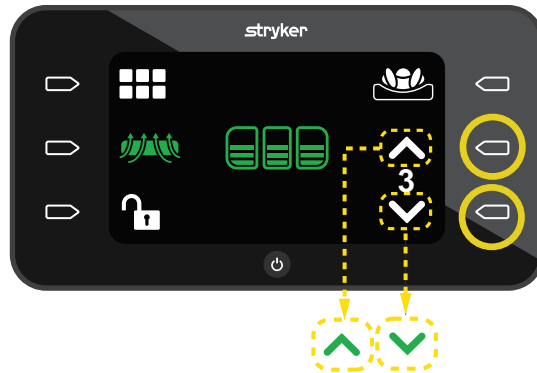

Abbildung 29 – Statischer Modus ein
3. Zur Erhöhung oder Senkung der Stufe des statischen Drucks von 1 bis 5 die **Aktionsschaltfläche** neben dem **Pfeil aufwärts** oder dem **Pfeil abwärts** drücken (Abbildung 29).